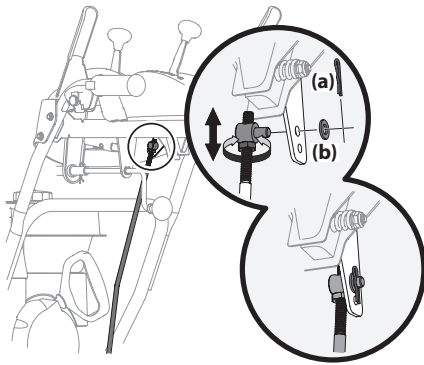

Figura 2-59
2. Extraiga el pasador de chaveta (a) y la arandela (b) de la férula de ajuste de la varilla de cambios y extráigala de la palanca de cambios. Consulte la Figura 2-59.
4. Gire la férula hacia arriba o hacia abajo en la varilla de cambios según sea necesario hasta que quede alineada con el orificio superior de la palanca de cambios. Consulte el recuadro de la Figura 2-59 inset.